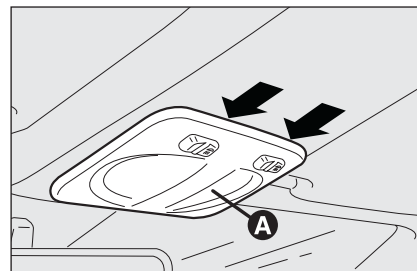
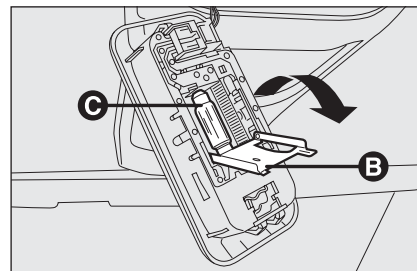

fig. 26
fig. 27
- agire nei punti indicati dalle frecce e rimuovere la plafoniera **A-fig. 26**;
- sostituire le lampade **C-fig. 27** svincolandole dai contatti laterali accertandosi che le nuove lampade risultino correttamente bloccate tra i contatti stessi;
- richiudere lo sportellino **B-fig. 27** e fissare la plafoniera **A-fig. 26** nel proprio alloggiamento accertandosi dell'avvenuto bloccaggio.